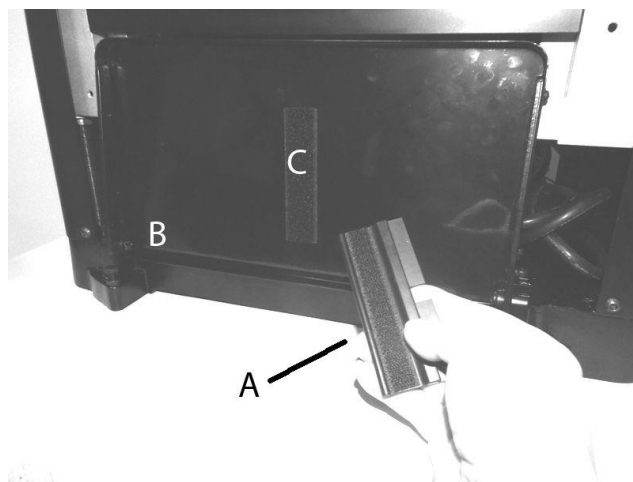

Рис. 6
1. Инструмент для снятия ножей (A) входит в комплект поставки станка и прикреплен под столом разгрузки (B) на липучке (C), вы можете хранить инструмент в удобном для вас месте, когда он не используется. См. Рис. 6.